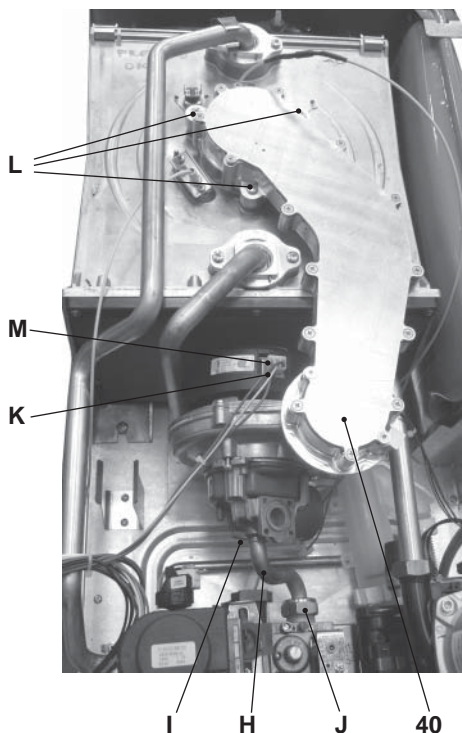

Figura 9.7
Rimozione del gruppo bruciatore ventilatore 40 in Figura 9.7.
- Inserire un cacciavite piano nella rientranza K del connettore M e fare leva verso il basso, contemporaneamente scollegare il connettore M tirandolo frontalmente (Figura 9.7).
- Svitare le viti Le rimuovere il gruppo bruciatore ventilatore 40(Figura 9.7)